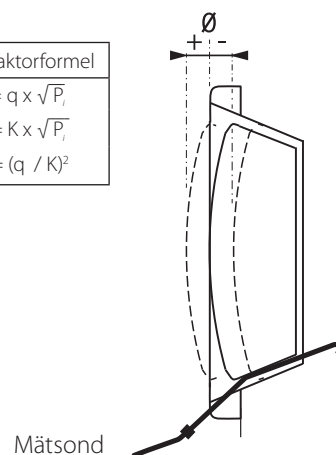

Bild 1. Injustering med mätsond.
- Beakta ventilkägglans läge. Kägla utgår ifrån ett 0-läge och kan ställas inom ett max (+) / min (-) intervall, se bild 1 samt K-faktortabellerna **T1** och **T2**.